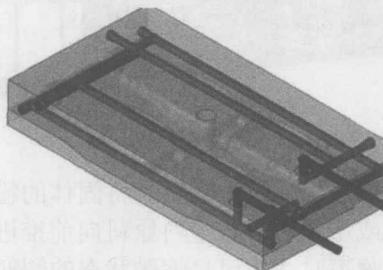

图 1-7 加热和冷却装置
- 加热和冷却装置：为满足注射成型工艺对模具温度的要求，模具上需设有加热和冷却装置。加热时在模具内部或周围安装加热元件，冷却时在模具内部开设冷却通道，如图 1-7 所示。